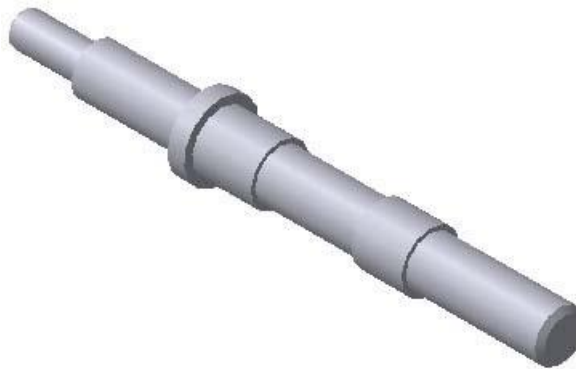

Рисунок 5.10 – Модель валу
4. У результаті одержимо модель валу (рис. 5.10).